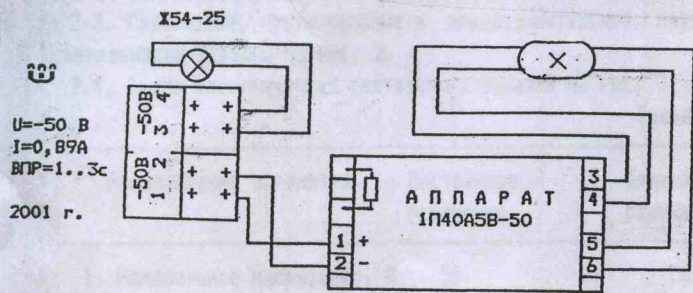

Рис. 3
2.4. Схема электрическая светильника указана на рис. 3.